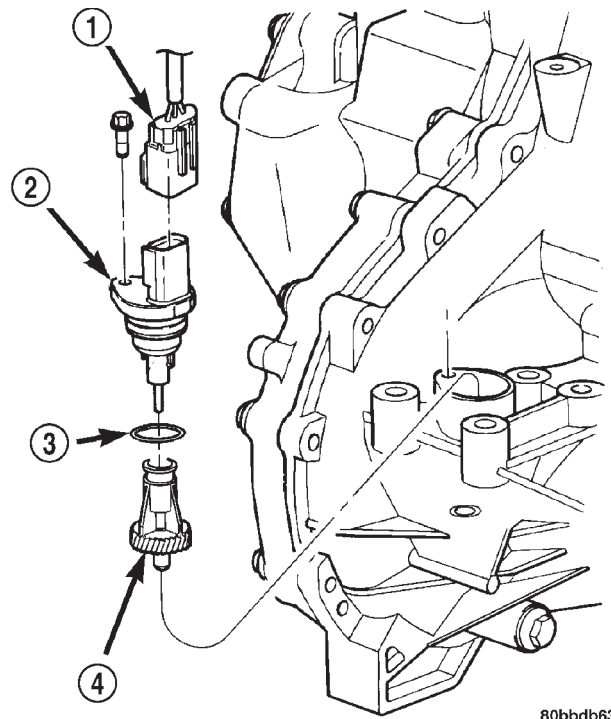

Fig. 24 Conector del sensor de velocidad del vehículo
(10) Desenchufe el conector del sensor de velocidad del vehículo (Fig. 24).
(11) Eleve el vehículo sobre un elevador.
(12) Retire el tapón de drenaje de aceite del transeje y vacíe el aceite en un recipiente adecuado.
(14) Llene el transeje con la cantidad que corresponda de lubricante para transeje manual de Mopar® (NP 04874465).
(15) Baje el vehículo.
(16) Enchufe el conector del sensor de velocidad del vehículo (Fig. 24).